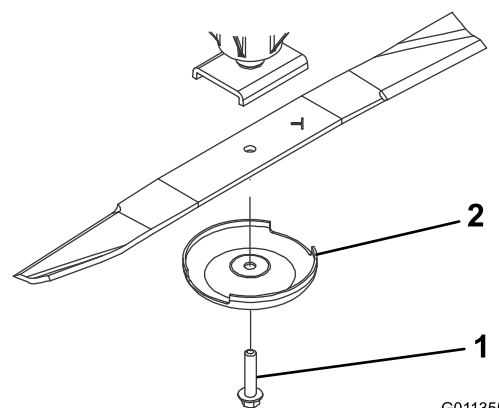

図 103
3. スピンドルのシャフトからブレードボルト、芝削り防止カップ、ブレードを取り外す図 103。